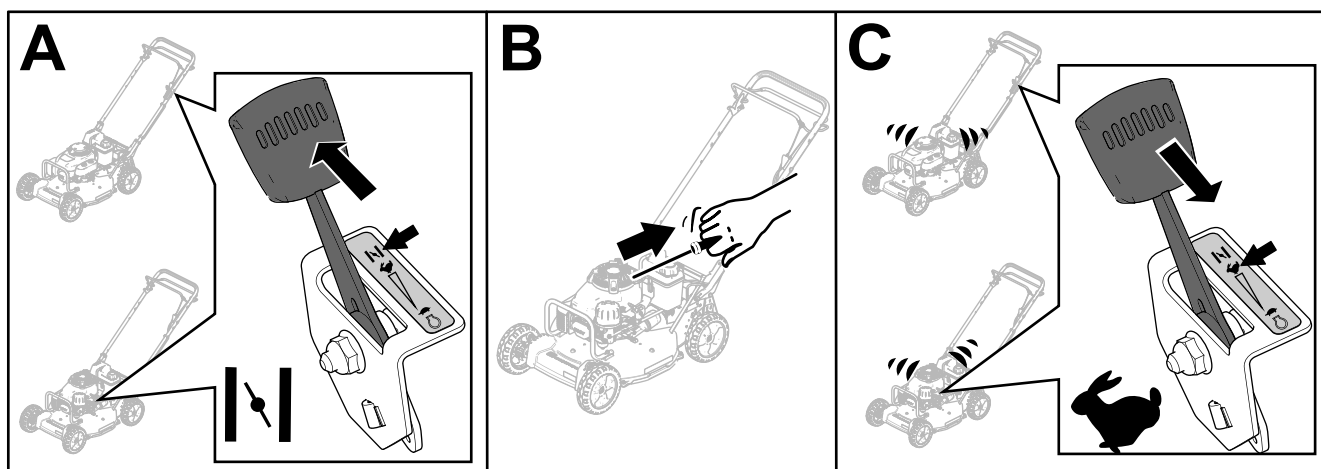

Figura 15
3. Mueva la palanca de control del acelerador a la posición de ESTÁRTER (Figura 15, A).
4. Tire suavemente del arrancador hasta que note resistencia, luego tire con fuerza (Figura 15, B).
5. Cuando el motor arranque, mueva la palanca de control del acelerador a la posición de RÁPIDO (Figura 15, C).